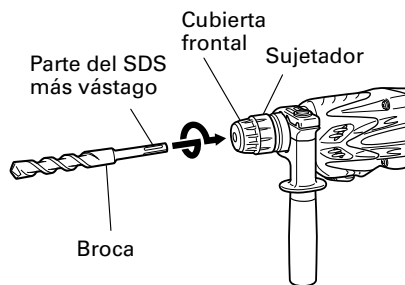
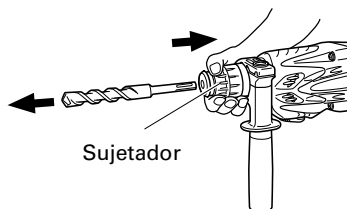

Fig. 2
Fig. 3
6. Montaje de la broca (Fig. 2)
- (1) Limpie la parte del vástago de la broca de taladro.
- (2) Inserte la broca de taladro girando en el sujetador de la herramienta hasta que se asegure bien (Fig. 2).
- (3) Verifique si esta bien asegurado tirando de la broca de taladro.
- (4) Para extraer la broca, tire completamente de la empuñadura en el sentido de la flecha y tire hacia afuera de la broca (Fig. 3).